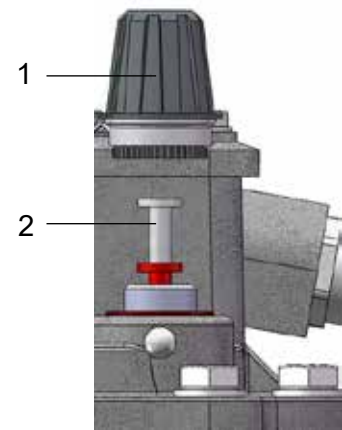

Fig. 7a - Tecla de teste
- Desenroscar a grande porca de cobertura (Fig. 7a/ N° 1)
- Apertar a tecla (Fig. 7a/ N° 2) até que encontre resistência e manter a tecla apertada